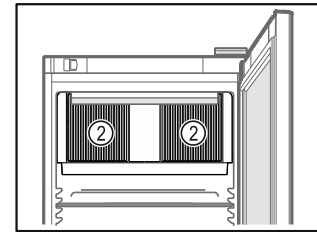

Fig. 64
- ❑ Не закрывайте вентиляционную щель Fig. 64 (2) вентилятора циркуляционного воздуха во внутренней камере.